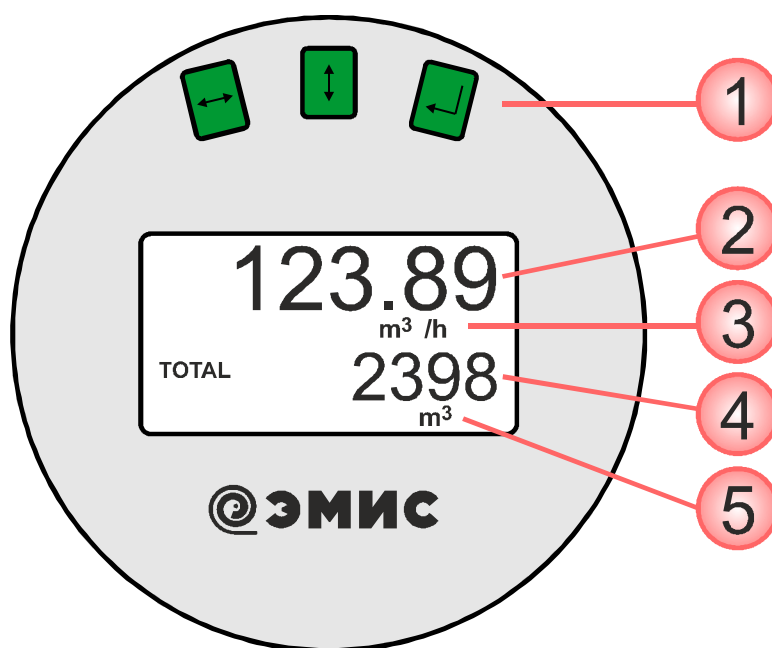

Рисунок 2.6 – Внешний вид индикатора в режиме измерения
В режиме измерения (*см. рисунок 2.6*) верхняя строка (2) отображает объемный или массовый расход, а нижняя строка (4) – накопленный объем или массу в зависимости от значения параметра C02 (*см. таблицу 2.3*).